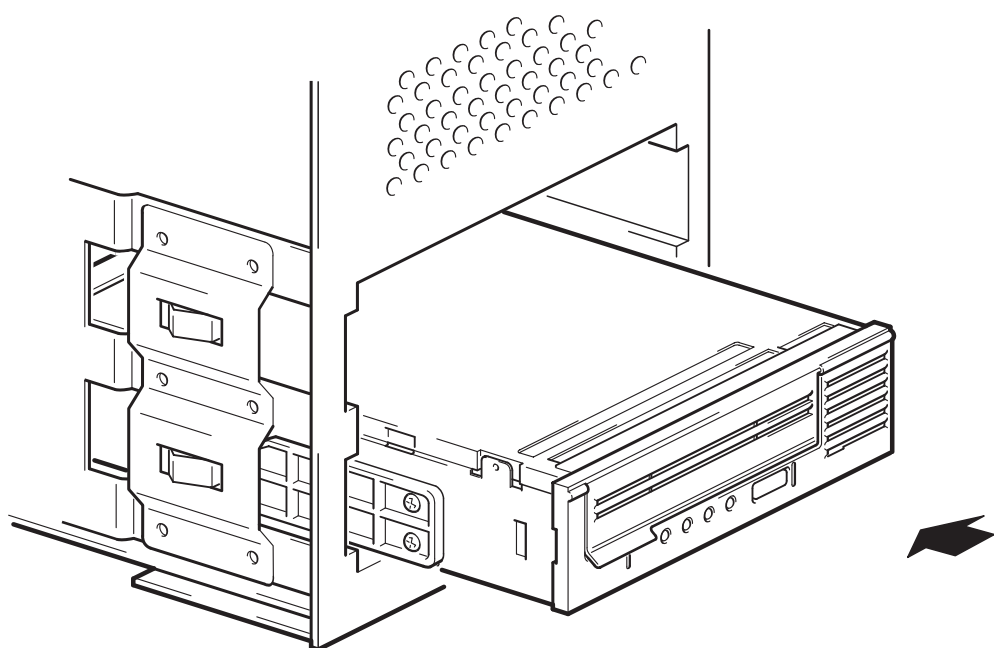

Figure 6 : installation du lecteur
- 1 Glissez le lecteur de bande dans la baie ouverte en alignant le plateau ou les rails sur les logements de la baie, comme illustré dans la figure 6.